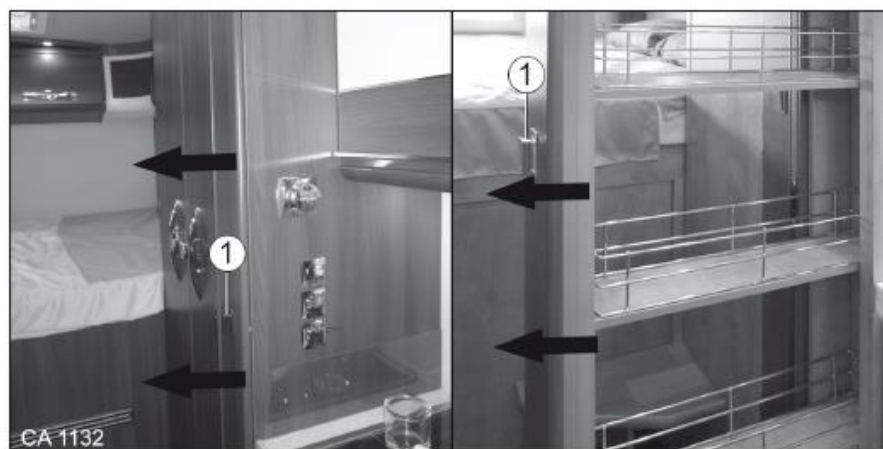

Fig. 110 Grand rangement coulissant variante 1
1. Ouvrir la fermeture push-lock (Fig. 110/1) (consulter le chapitre 6.12.1).
2. Fermer la fermeture push-lock (Fig. 110/1) (consulter le chapitre 6.12.1).